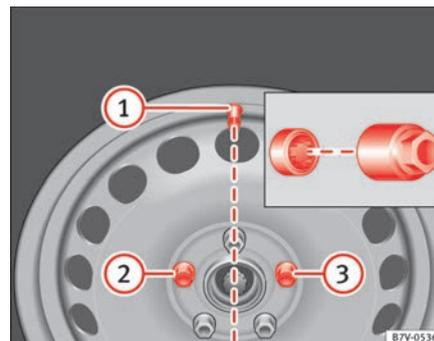

Abb. 191 Radwechsel: Reifenventil ① und Einbauorte der Anti-Diebstahl-Radschraube ② oder ③.
Vor dem Anbringen der Radvollblende muss die Anti-Diebstahl-Radschraube an Position ⇒ Seite 353, Abb. 191 ② oder ③ eingeschraubt sein. Die Radvollblende kann sonst nicht montiert werden.
Die Radvollblende muss so auf die Felge gedrückt werden, dass der Ventil-ausschnitt über dem Reifenventil ⇒ Seite 353, Abb. 191 ① sitzt. Beim Anbringen der Radvollblende darauf achten, dass die Blende sicher am gesamten Umfang einrastet. ■
Die Anti-Diebstahl-Radschraube muss bei einem Rad mit Radvollblende an Position ⇒ **Abb. 191**  oder  eingeschraubt sein. Die Radvollblende kann sonst nicht montiert werden.
- Die Anti-Diebstahl-Radschraube mit dem Adapter an Position ⇒ Seite 353, Abb. 191 ② oder ③ im Uhrzeigersinn einschrauben und leicht festziehen.